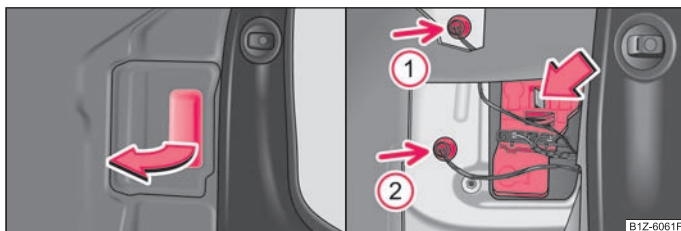

Fig. 153 Maletero: Cubierta para el portalámparas/Desmontaje del portalámparas
- Abra la cubierta del portalámparas ⇒ fig. 153 - lado izquierdo.
- Retire las bombillas de la luz de posición (flechas ① y ②).
- Presione las pestañas de enclavamiento en el sentido de la flecha y retire el portalámparas ⇒ fig. 153 - lado derecho.
- Vuelva a colocar las bombillas de la luz de posición (flechas ① y ②).
- Retire la bombilla defectuosa (flecha ① ó ②) de la carcasa y cámbiela por una bombilla del mismo tipo.